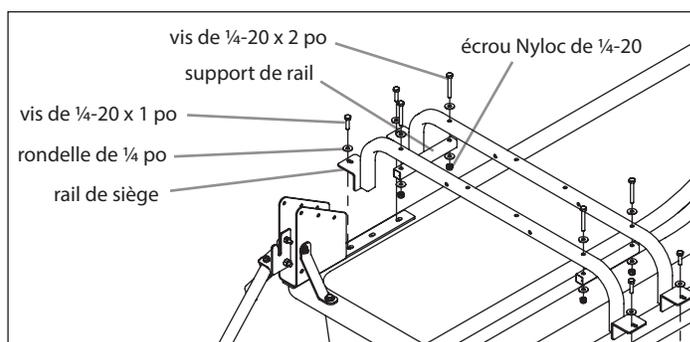

FIGURE 2
3. Attacher les deux (2) rails de siège (15033) avec quatre (4) vis de ¼-20 x 1 po, huit (8) rondelles de ¼ po et quatre (4) écrous Nyloc de ¼-20. Le rail de siège le plus proche de l'avant du traîneau se pose sur le dernier trou oblong de la plaque d'espacement (11631) montée à l'étape 1. L'autre rail de siège (15033) se monte avec les deux (2) cales d'appui (11230) afin de maintenir la même hauteur entre les deux rails. **VOIR FIGURE 2**
4. Attacher les deux (2) supports de rail (15650) avec quatre (4) vis de ¼-20 x 2 po, huit (8) rondelles de ¼ po et quatre (4) écrous Nyloc de ¼-20. **VOIR FIGURE 2**